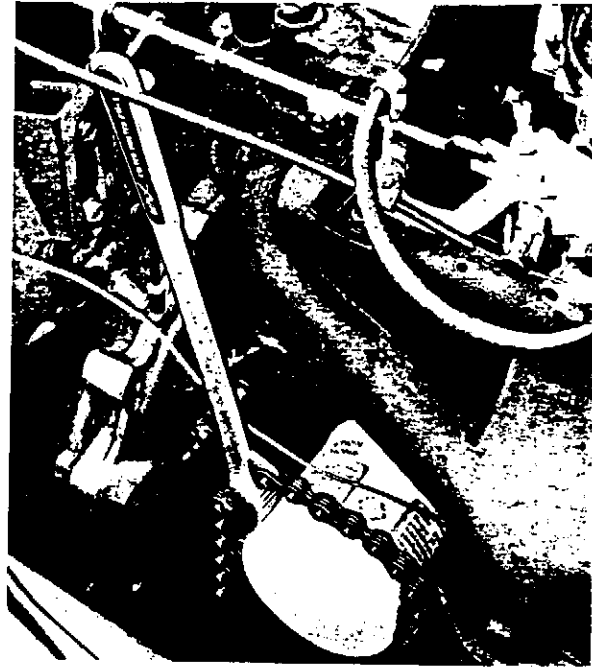

Abb. 59. Ausbau des Ölfilters
Das Ölfilter (Abb. 59) ist zusammen mit Einsatz und Ölüberströmventil als eine Einheit auf einem Nippel im Motorblock festgeschraubt.
1. Das alte Filter mit Hilfe eines Werkzeuges, Abb. 59 ausbauen.